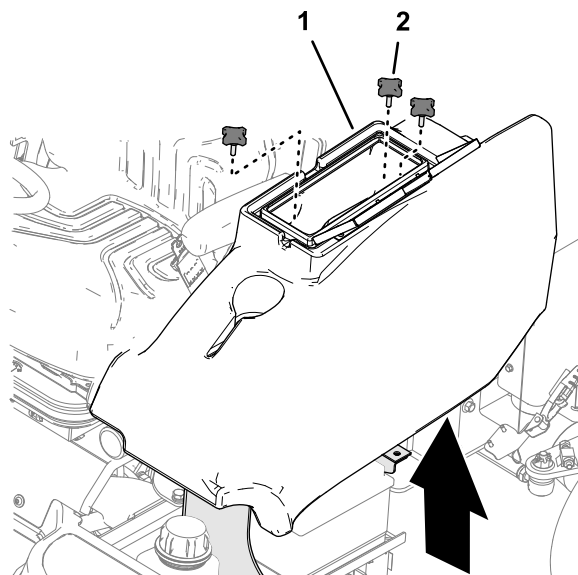

Figura 53
2. Retire los 3 pomos que fijan el compartimento de almacenamiento en la máquina y retire el compartimento (**Figura 53**).
1. A la izquierda de la plataforma del operador, abra la puerta del compartimento de almacenamiento (**Figura 53**).